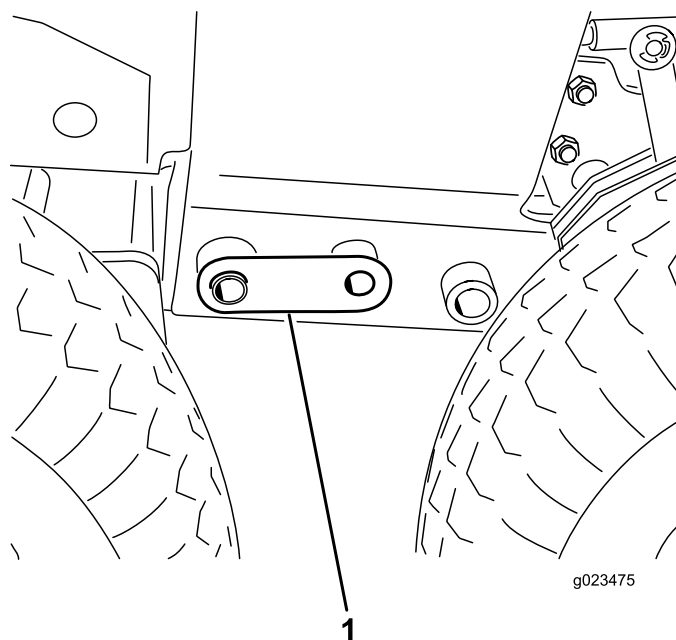

Figura 21
- 8. Ajuste el gato hasta que se alineen los taladros de 25 mm (1 pulgada) del bastidor e introduzca un pasador de acoplamiento en cada lado (Figura 21).